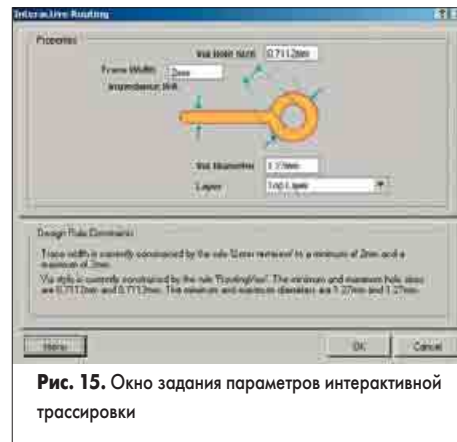

Рис. 15. Окно задания параметров интерактивной трассировки
3. Нажмем клавишу TAB, после чего откроется окно Interactive Routing (рис. 15).